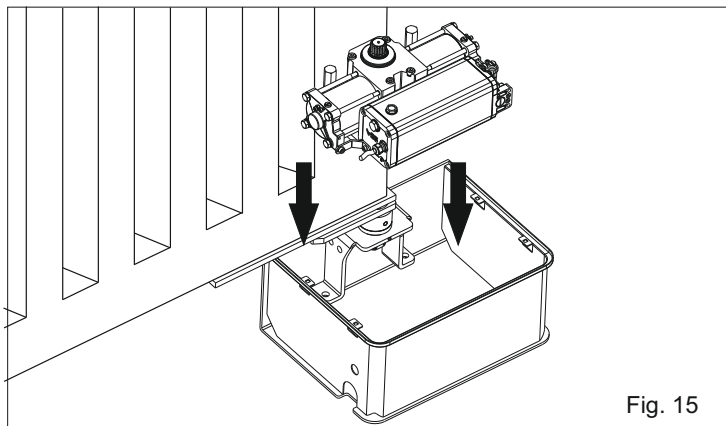
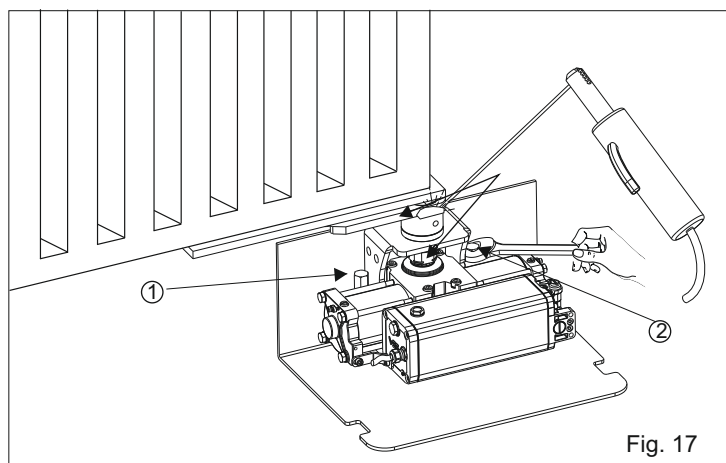

Fig. 15
Fig. 17
4.1. Introduire l'opérateur manuellement à l'intérieur de la caisse portante (Fig. 15) et insérer l'arbre cannelé de l'opérateur dans la boucle cannelée de la caisse en fixant l'actuateur avec les vis spéciales comme en Fig. 17